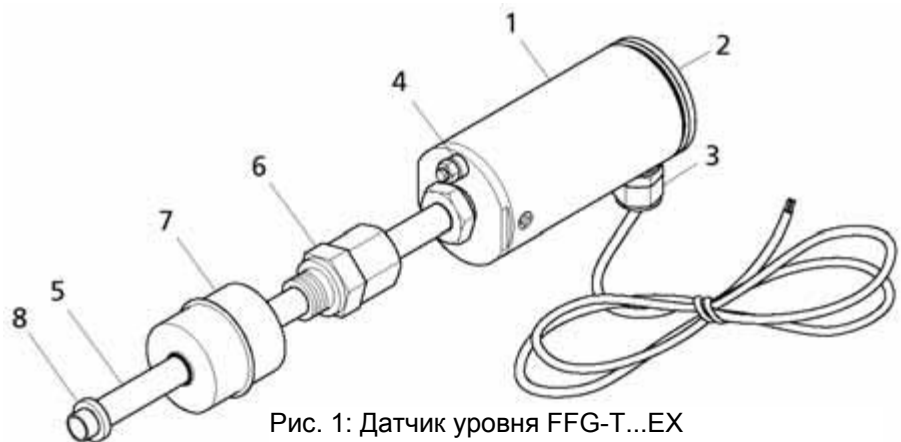

Рис. 1: Датчик уровня FFG-T...EX
На рис. 1 изображён монтаж FFG-T...EX с резьбовым соединением. В головке датчика (1) FFG-T...EX находятся элементы присоединения и настройки, защищённые крышкой (2). Электрическое подсоединение осуществляется через кабельный ввод M16x1,5 (3) сбоку на головке датчика и через зажим заземления (4), находящийся внизу на головке датчика. На скользящей трубке (5) расположена деталь с винтовой резьбой (6) (резьбовое соединение с нарезным кольцом G1/2, SW27) или фланец (не изображён) для изменения высоты положения при монтаже в резервуаре. Поплавок (7) служит для постоянного измерения высоты наполнения контролируемой среды или уровня раздел фаз. Он держится на скользящей трубке с помощью установочного кольца и кольца для защиты от спадания (8).